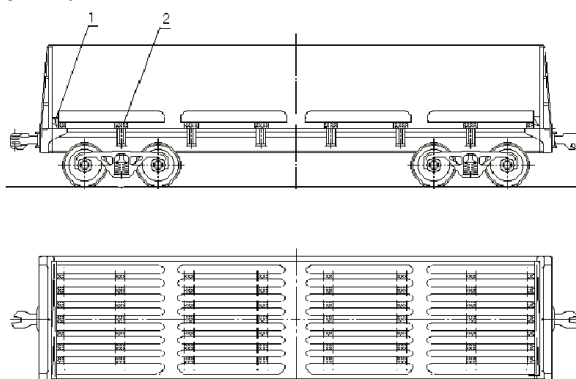

Рисунок 193
8.2.3. Блюмсы длиной свыше 2600 до 3000 мм включительно размещают вдоль полувагона четырьмя штабелями в один ярус (рисунок 193). Каждый штабель размещают на двух подкладках сечением не менее 25x100 мм и длиной, равной ширине полувагона, уложенных на средние, промежуточные и шкворневые балки полувагона. Две крайние подкладки укладывают между гофрами крышек люков в торцевой части полувагона, при этом концы их опираются на полки продольных угольников нижней обвязки полувагона. У торцевых дверей полувагона вплотную к порожку укладывают упорный брусок сечением 100x100 мм и длиной 2850 мм.